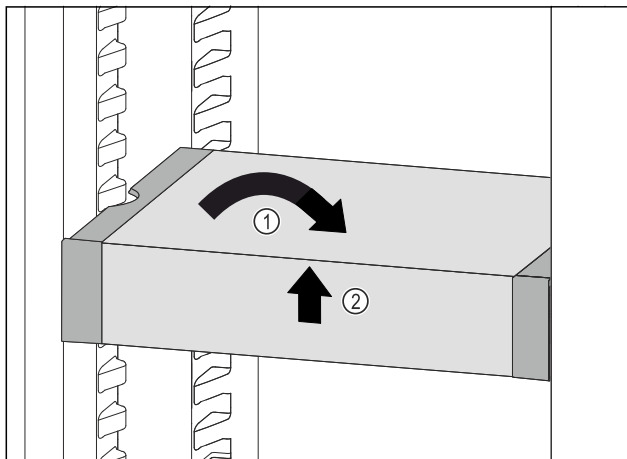

Fig. 136
- Állítsa egyenesbe a VarioSafe fiókot. Fig. 136 (1)
- Elöl emelje meg a VarioSafe fiókot. Fig. 136 (2)